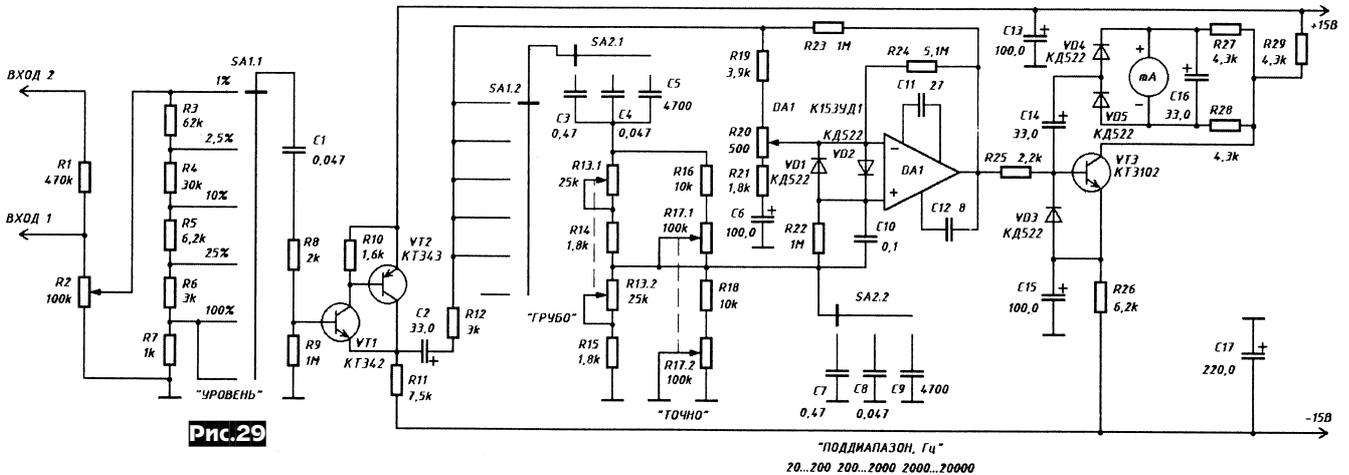

Рис.29
**Измеритель нелинейных искажений А.Алексеева (рис.29)** позволяет измерять Кг от 0,1% до 100% на поддиапазонах 1% - 2,5% - 10% - 25% - 100% (SA1) в частотных поддиапазонах 20-200, 200-2000 и 2000-20000 Гц (SA2) при входном напряжении от 0,3 В до 30 В. Он состоит из входного делителя-буфера R2-R7, VT1VT2, активного режекторного фильтра на ОУ DA1 и линейризованного вольтметра VT3VD4VD5C16mA. Для измерения сначала калибруют чувствительность - SA1 в положение «Уровень» и R2 стрелку вольтметра на конечную отметку. Если входное напряжение превышает 3 В, то его подают на ВХОД2, а если меньше - на ВХОД1. Переключатель SA2 - в положение, соответствующее частоте основной гармоники входного сигнала. Затем SA1 последовательно переводят в положение 100% - 25% - 10% и т.д., одновременно резисторами R13, R17 и R20 добиваясь минимума показаний на поддиапазоне. При точной настройке режекторного фильтра он максимально подавляет первую гармонику измеряемого напряжения, а микроамперметр показывает сумму высших гармоник. Потребляет прибор около 8 мА, в качестве mA можно применить обычный тестер на соответствующем диапазоне измерения постоянного тока («Радиолучитель»